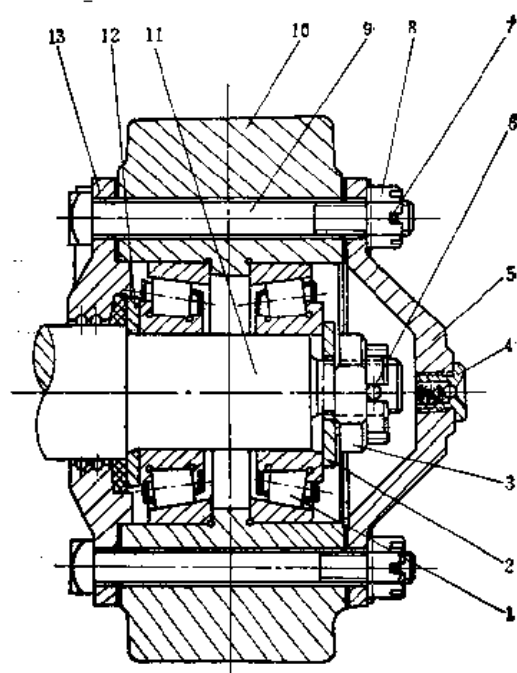

图8-1-16 小车车轮
③ 把小车体从牵引链条上拆下，先把小车体与牵引链条连接小车的中间大螺栓拆下，取出垫块、下边板、小车体、导向轮，然后将联接车体的边板拆下。
④ 导向轮与拖动轮的拆法相同。
⑤ 小车体各部的拆法是，首先把小车轮（图8-1-16）端盖的螺栓拆下，拿去外盖，接着用钳子拔下轴端冕形螺母的开口销，退出螺母，取下止动垫，再用拉具把内盖、车轮及轴承一起拉出（如只更换小车轮缘时可不必将内盖拆下）。从车轮轮缘上逐一拆下轴承外圈。